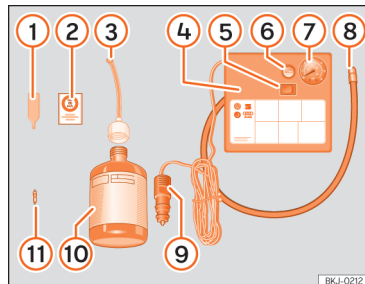

Abb. 245 Prinzipdarstellung: Bestandteile des Pannensets
Das Pannenset befindet sich im Gepäckraum unter dem Bodenbelag. Es besteht aus folgenden Bestandteilen >>> (Abb. 245):
- Ventilkappe und Ventileinsatz vom Reifenventil abschrauben. Verwenden Sie den Ventileinsatzdreher »» (Abb. 245) ① zum Heraus-schrauben des Ventileinsatzes. Legen Sie den Ventileinsatz auf einem sauberen Untergrund ab.
»» (Abb. 245) ⑩.
- Einfüllschlauch »» (Abb. 245) ③ auf die Reifenfüllflasche schrauben. Die Folie am Verschluss wird automatisch durchstoßen.
- Verschlussstopfen vom Einfüllschlauch »» (Abb. 245) ③ entfernen und das offene Schlauchende auf das Reifenventil schrauben.
- Ventileinsatz mit dem Ventileinsatzdreher »» (Abb. 245) ① wieder in das Reifenventil schrauben.
- Reifenfüllschlauch »» (Abb. 245) ⑧ des Luftkompressors fest auf das Reifenventil schrauben.
- Prüfen, ob die Luftablassschraube »» (Abb. 245) ⑥ zuge dreht ist.
- Kabelstecker »» (Abb. 245) ⑨ in eine 12-Volt-Steckdose des Fahrzeugs stecken »» S. 244.
- Luftkompressor mit dem EIN-/AUS-Schalter »» (Abb. 245) ⑤ einschalten.
- Kleben Sie den Aufkleber »» (Abb. 245) ② im Sichtfeld des Fahrers auf das Kombi-Instrument.
» » (Abb. 245)  wieder an und lesen Sie den Reifenfülldruck an der Reifenfülldruckanzeige  ab.